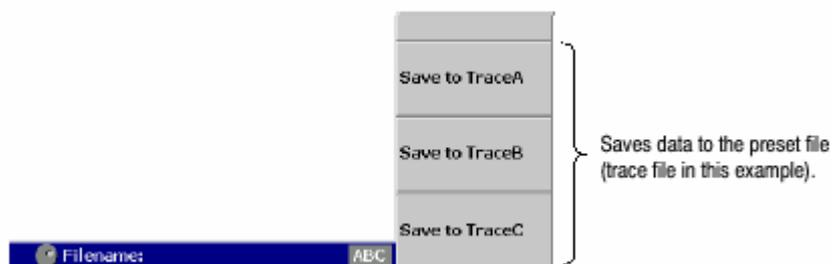

图 3-74 保存重置文件 (屏幕右下方)
4. 使用重置文件名，按压 Save to 文件名侧面键 (见图 3-74 实例)。